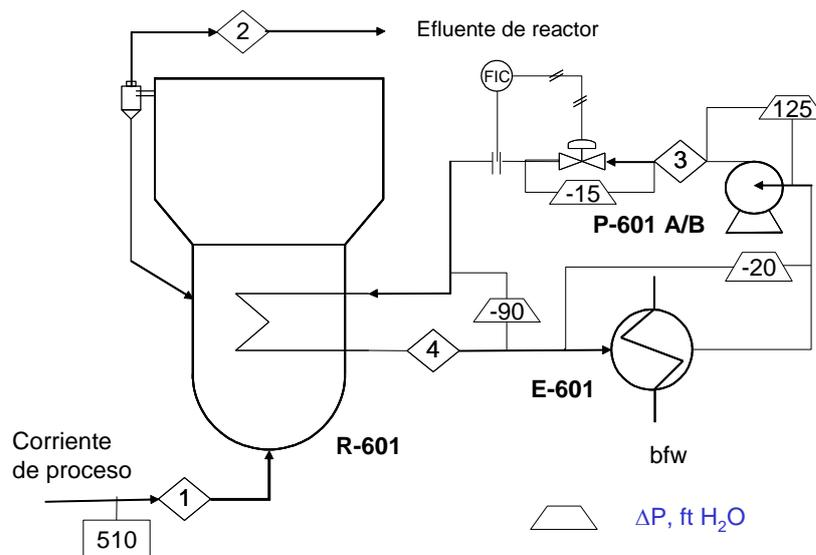

Figura 8. Lazo de remoción de calor de un reactor.
6. En el lazo de remoción de calor utilizando Dowtherm A, dado en la Figura 8, los intercambiadores de calor tienen un área total de 25 m², y pueden conectarse en serie o en paralelo utilizando una bomba.